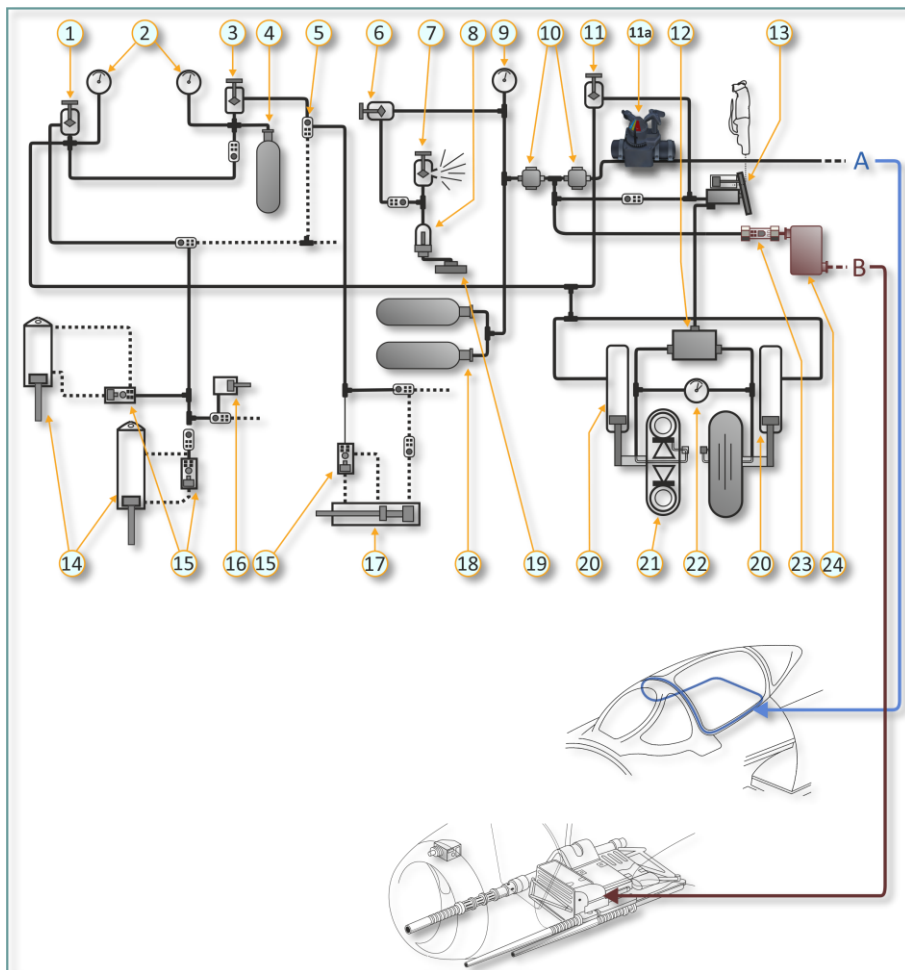

Рис. 5.9. Схема воздушной системы самолёта МиГ-15бис
1. Кран сети (Рис. 5.9, 6)
2. Кран наполнения кабины (Рис. 5.9, 7)
Кран питания кабины (Рис. 5.9, 11а), та его часть, которая открывает золотниковый клапан герметизации фонаря
Манометр сети (Рис. 5.9, 9) на горизонтальной панели правого борта
Рычаг тормоза колёс (Рис. 5.9, 13)
Двухстрелочный манометр тормозной системы (Рис. 5.9, 22) на левом борту, за РУДом
Кран зарядки аварийных баллонов (Рис. 5.9, 11) (на правом борту, справа от кресла пилота)
Аварийный манометр и кран аварийного выпуска шасси (Рис. 5.9, 2, 1)
Аварийный манометр и кран аварийного выпуска щитков-закрывков (Рис. 5.9, 2, 3)